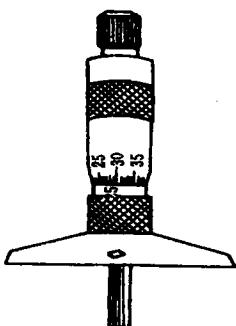

图 1-1-8 深度千分尺
(3) 深度千分尺：用来测量孔深、槽深等尺寸，如图 1-1-8 所示。